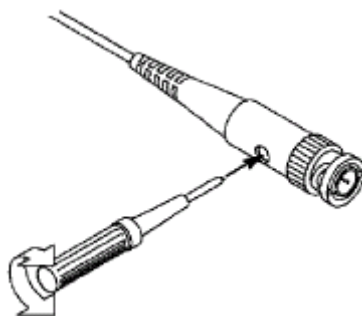

図 36 : プロブの調整
2. 表示された波形を確認し、補正が正しくなるまでプローブを調整します。図35 および図36 を参照してください。